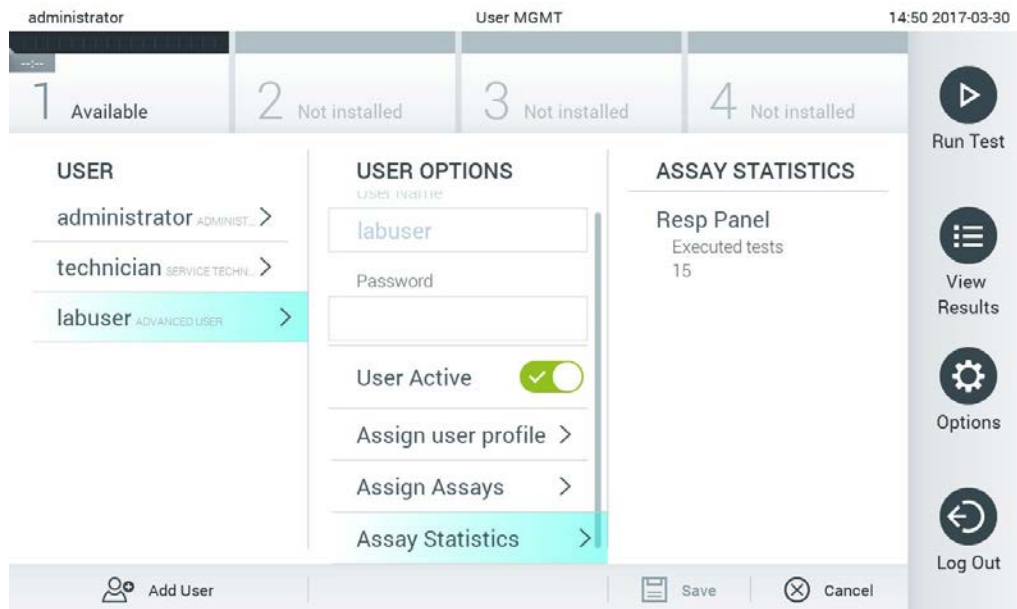

Figura 56. Visualizzazione delle statistiche dell'esame.
- Assay Statistics (Statistiche esame): mostra il numero di volte che un esame è stato eseguito dall'utente selezionato (Figura 56).